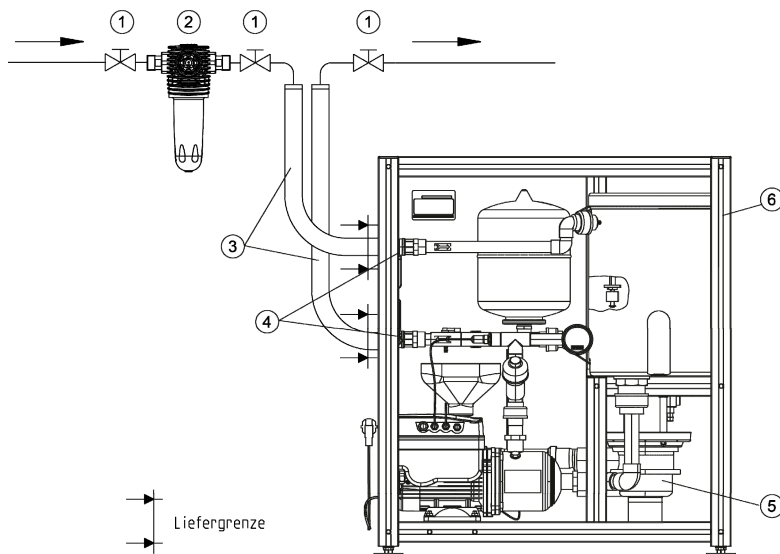

Abb. D-4: Installationsbeispiel - Euro-Systemtrennanlage GENO-G5
- Anlage unter Beachtung der Einbauhinweise installieren. Siehe auch Installationsbeispiel Abb. D-4.